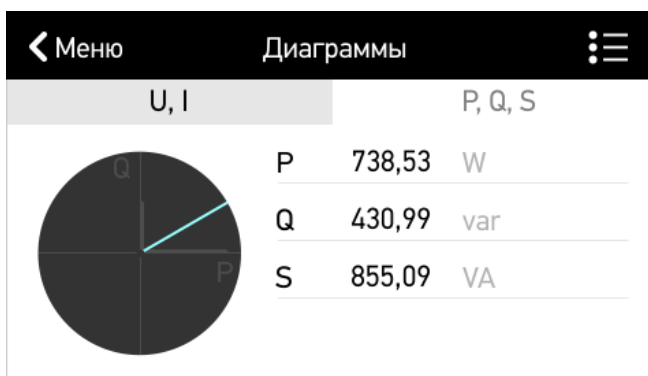

Рисунок 4.10. «Измерения» -&gt; «Векторная диаграмма» -&gt; «P, Q, S».
**Диаграмма мощностей по квадрантам** в которой выводятся значения суммарной активной, реактивной и полной мощностей и угла между P и S (рис. 4.10).